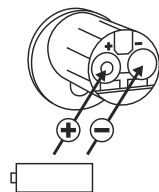

Fig. 3
③ Coloque dos baterías nuevas. Al hacerlo, asegúrese de respetar la polaridad correcta según la ilustración (Fig. 3).